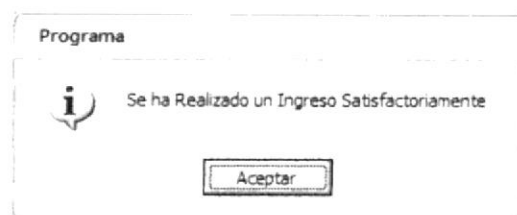

Figura 5.30 Mensaje de Ingreso de Programa
7. Si se ha realizado el ingreso aparecerá el mensaje (Ver figura 5.30)